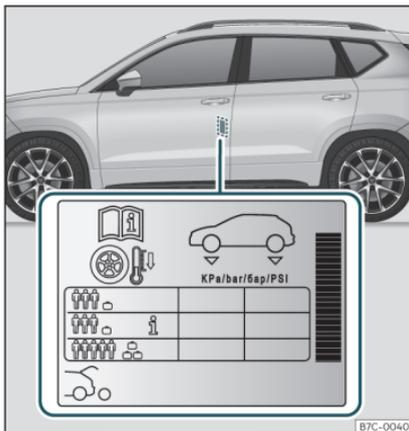

Fig. 209 Posizione dell'adesivo della pressione di gonfiaggio comfort degli pneumatici.
- Adattare la pressione degli pneumatici al carico del veicolo»» **fig. 209**.
I valori della pressione di gonfiaggio degli pneumatici sono riportati sull'etichetta adesiva situata nella zona posteriore del telaio della porta anteriore sinistra»» **fig. 209**.
A seconda del veicolo, è possibile adattare a mezzo carico la pressione di gonfiaggio degli pneumatici per aumentare il comfort di guida (pressione di gonfiaggio **i**)»» **fig. 209**. Quando si circola con la pressione di gonfiaggio comfort, il consumo di carburante può aumentare leggermente.
di carico più elevato indicato sull'etichetta adesiva»» **fig. 209**.
Nel caso del ruotino di scorta (125/70 R18), gonfiare alla pressione di 4,2 bar come indicato nell'etichetta della pressione degli pneumatici»» **fig. 209**.
- Il conducente è responsabile che tutti gli pneumatici del veicolo siano gonfiati alla pressione corretta. La pressione di gonfiaggio consigliata è indicata in un adesivo >>> fig. 209.
- Con gli pneumatici freddi, si deve mantenere sempre la pressione indicata sull'adesivo >>> fig. 209.